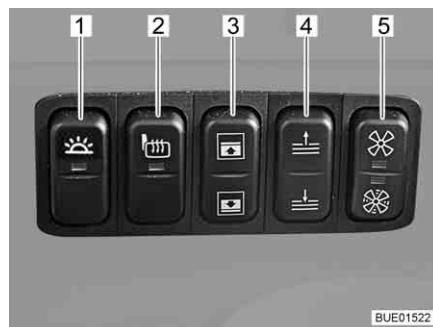

Fig. 34 Painel de interruptores Grand Panorama
- Pressione o interruptor (Fig. 34,1) no painel de interruptores.
- Pressione novamente o interruptor (Fig. 34,1) no painel de interruptores.
- Pressione o interruptor (Fig. 34,2) no painel de interruptores. A luz piloto no interruptor indica o funcionamento.
- Pressione a metade superior ou inferior do interruptor (Fig. 34,4) no painel de interruptores. O quebra-sol desloca-se para cima ou para baixo enquanto o interruptor se mantiver pressionado.
- Pressione a metade superior ou inferior do interruptor (Fig. 34,3) no painel de interruptores. O dispositivo de escurecimento do para-brisas desloca-se para cima ou para baixo, enquanto o interruptor se mantiver pressionado.
- Pressione a metade superior do interruptor (Fig. 34,5) no painel de interruptores. Um ventilador sopra ar de aquecimento do aquecimento do habitáculo para o para-brisas (Nível 1).
- Pressione a metade inferior do interruptor (Fig. 34,5) no painel de interruptores. Um ventilador sopra ar de aquecimento do aquecimento do habitáculo para o para-brisas (Nível 2).